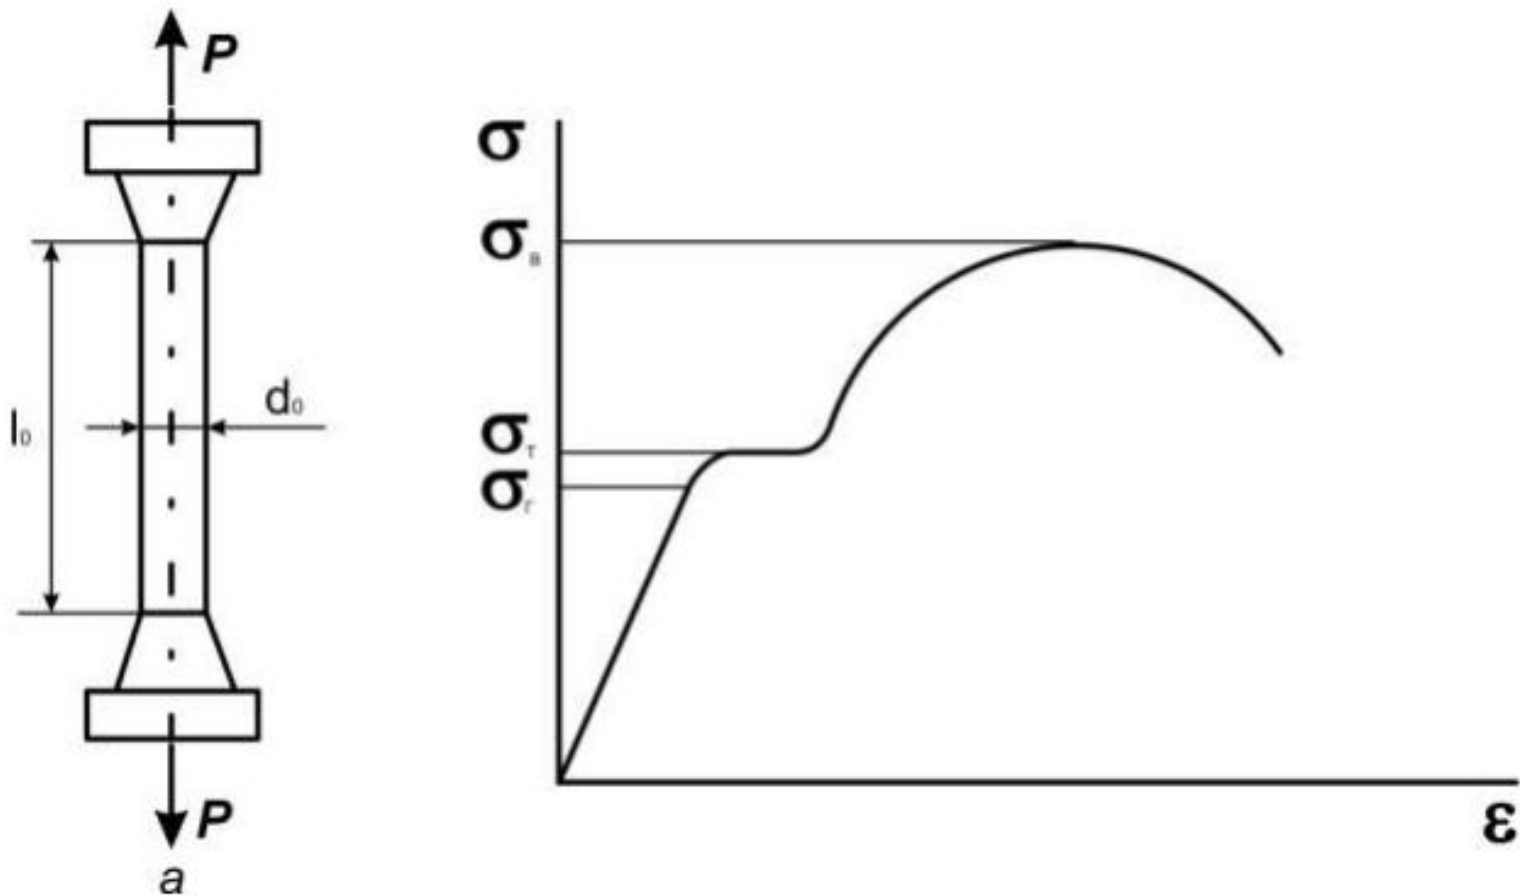

Рис. 1 Статические испытания на растяжение:
Испытания производятся на цилиндрических (или плоских) образцах с определенным соотношением между длиной  $l_0$  и диаметром  $d_0$ . Образец растягивается под действием приложенной силы  $P$  (рис. 1,а) до разрушения. Внешняя нагрузка вызывает в образце напряжение и деформацию.
При испытаниях строится диаграмма растяжения, представляющая собой зависимость напряжения от деформации. На рис. 1,б приведена такая диаграмма для низкоуглеродистой стали. После проведения испытаний определяются следующие характеристики механических свойств.
**Предел текучести**  $\sigma_T$  — это напряжение, соответствующее площадке текучести на диаграмме растяжения (рис. 1,б).